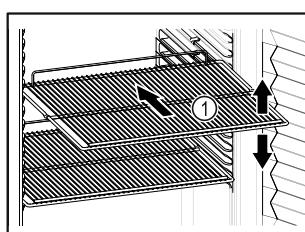

Fig. 61 Representación a modo de ejemplo
- Si los estantes Fig. 61 (1) se pueden mover, ajustarlos según la altura.